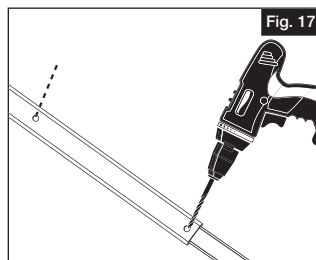

Fig. 17
- Taladrar con una broca de 1/8" un agujero a través de los dos orificios de tirante provistos. A continuación, fijar el tirante a la longitud medida con los dos (2) tornillos de extremo como #8 de 3/8" en el centro del tirante (Fig. 17).